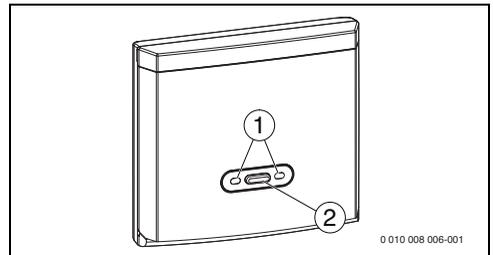

Bild 21 Funkmodul
- ▶ Am Funkmodul den Anmeldeknopf drücken (→ Bild 21, Seite 11).
- ▶ Am Funkmodul den Anmeldeknopf drücken (→ Bild 21, Seite 11). Die grüne LED beginnt zu blinken.